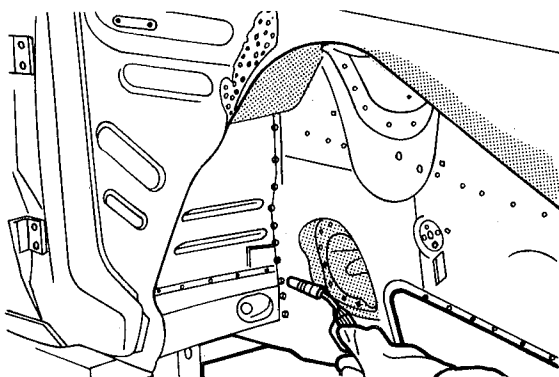

fig. 97
7. Utilizando-se do sistema de solda MIG, completar os contornos da solda a ponto (fig. 97)